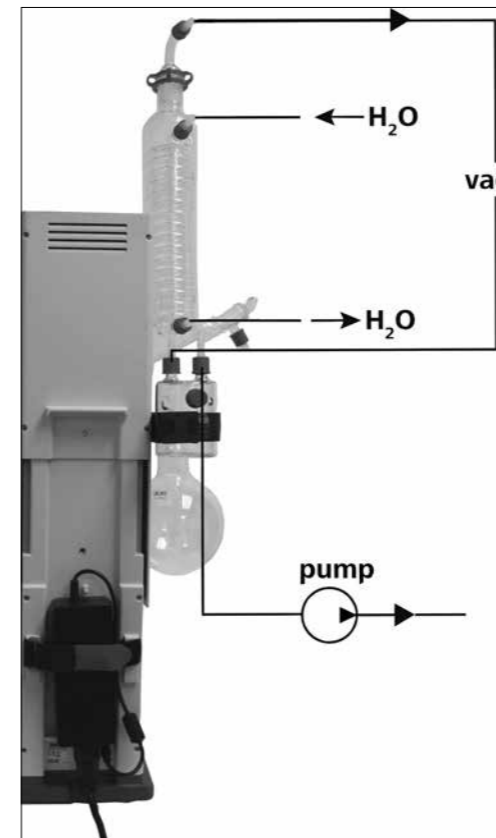

Fig. 20
- Schließen Sie die Wasserschläuche (**H2O**) nach dem Gegenstromprinzip am Kühler an. (Fig. 20)